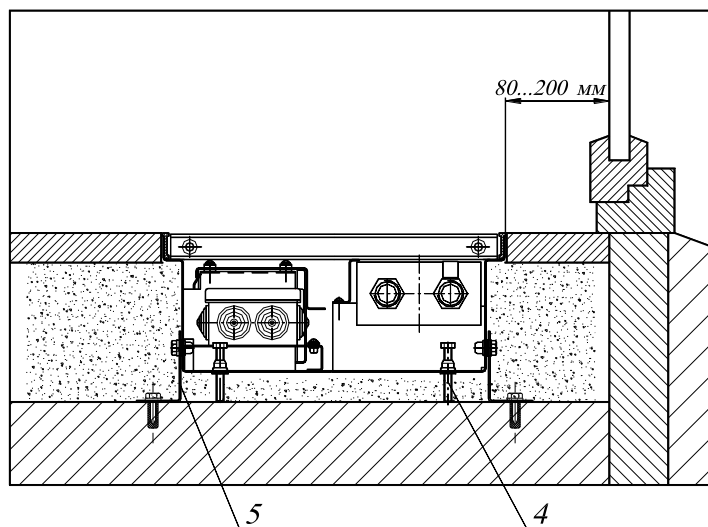

Рис.5
- 5.2. Конвектор монтируется в пол, для этого необходимо установить секции конвектора в заранее подготовленный канал в полу и выставить их по уровню пола, с помощью упорных болтов 5. Соединить болтами с гайками секции конвектора между собой. Закрепить конвектор опорами 6 к черновому полу (см. Рис.5).